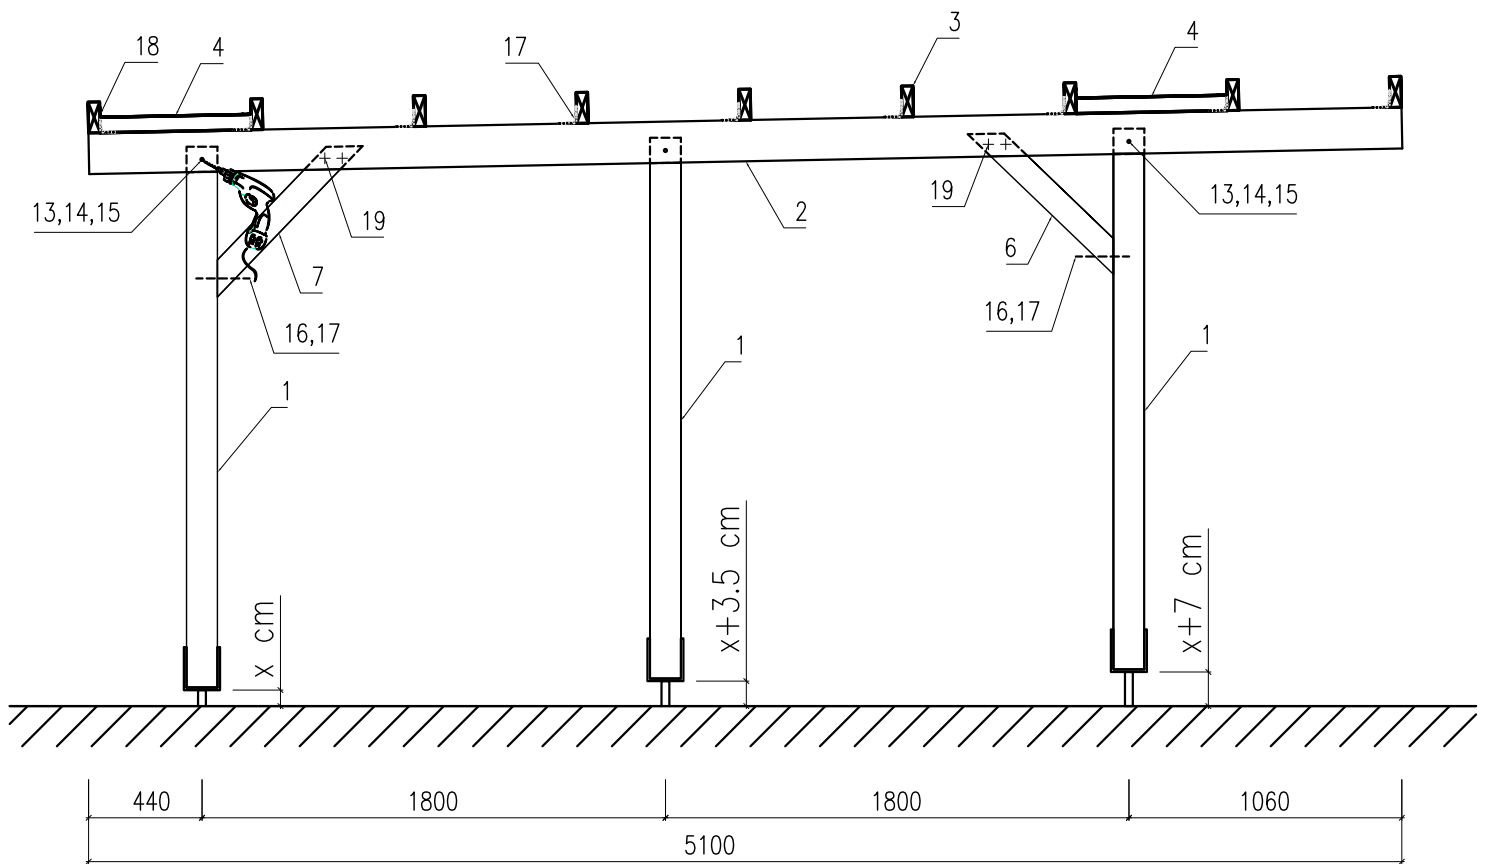
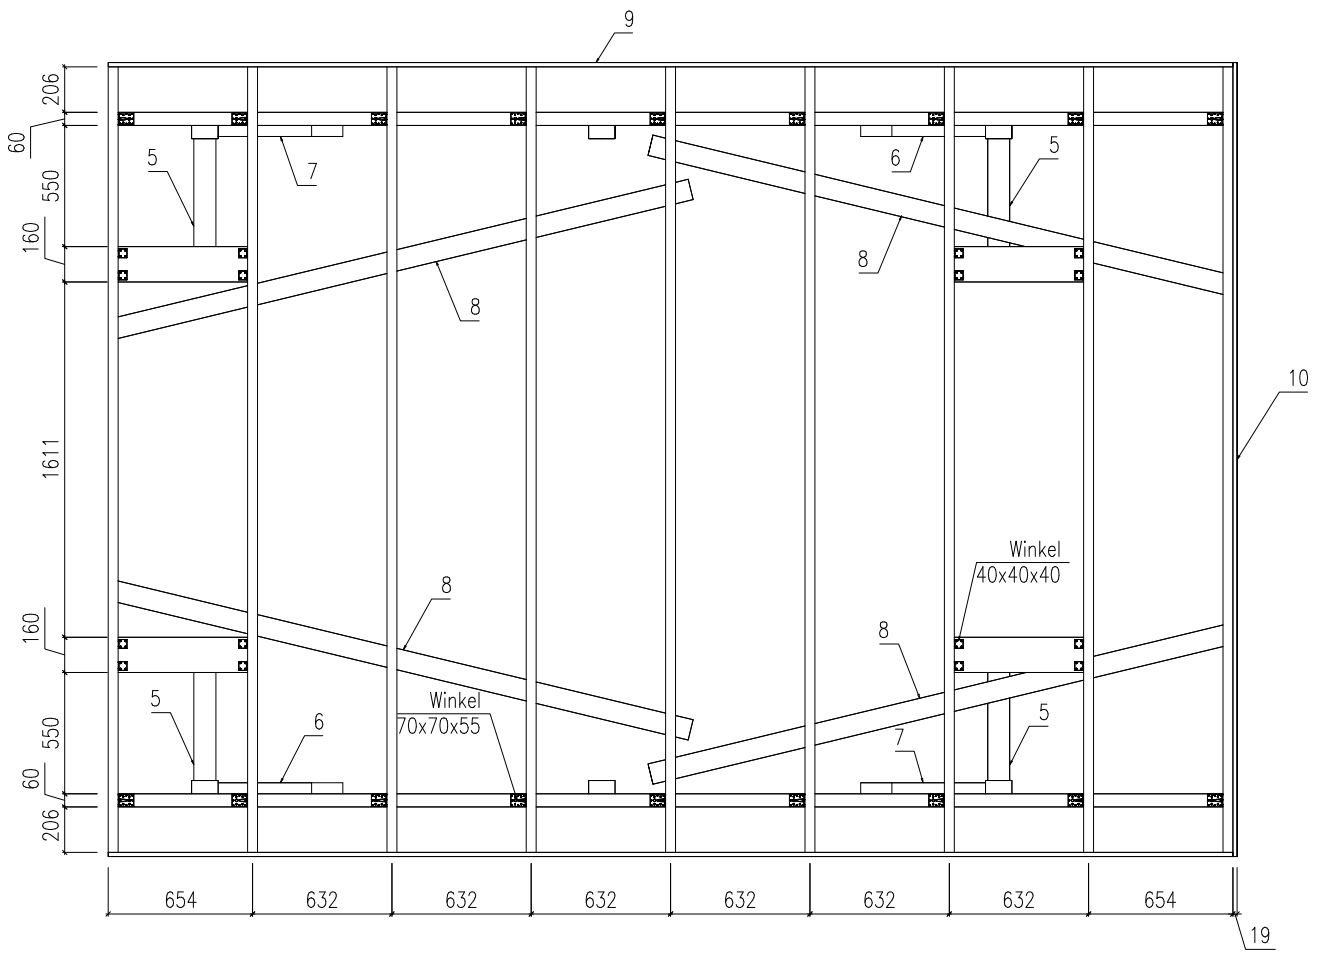

Fig. 2
Fig. 3
- a) Instalando las zapatas en diferentes alturas (mira plano Fig. 2)
Ponga en su lugar los cabrios (Pos. 3). Sigue el plano Fig. 3 para las distancias correctas. Fije los cabrios con ángulos. (Pos. 19).
Entonces instale los detalles de soporte (Pos. 4). Encuentre su posición en el plano Fig. 2 ja Fig. 3. Fíjelos con ángulos (Pos. 20).
Para que el alero sea más estable, monta luego los diagonales (Pos. 8). Fíjelos con tornillos (Pos. 22) al parte inferior de los cabrios según el plano Fig. 3.